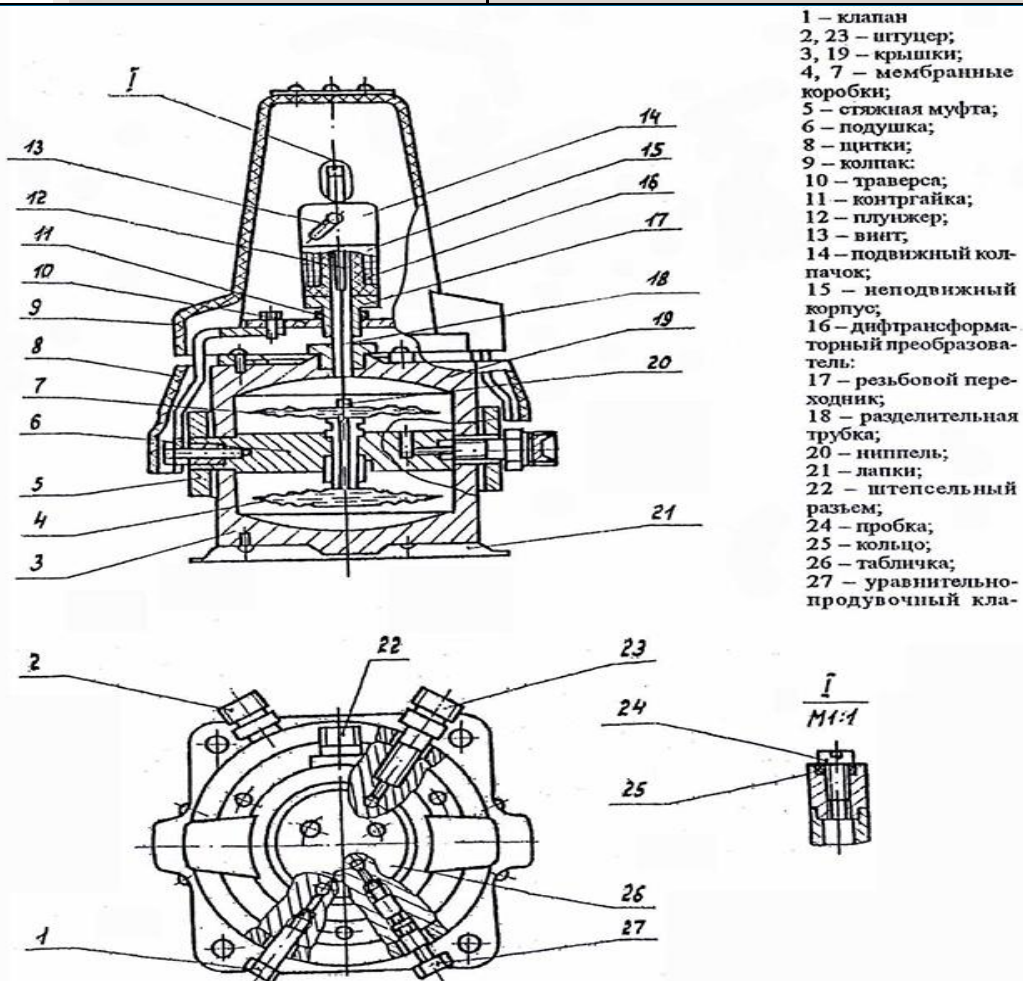
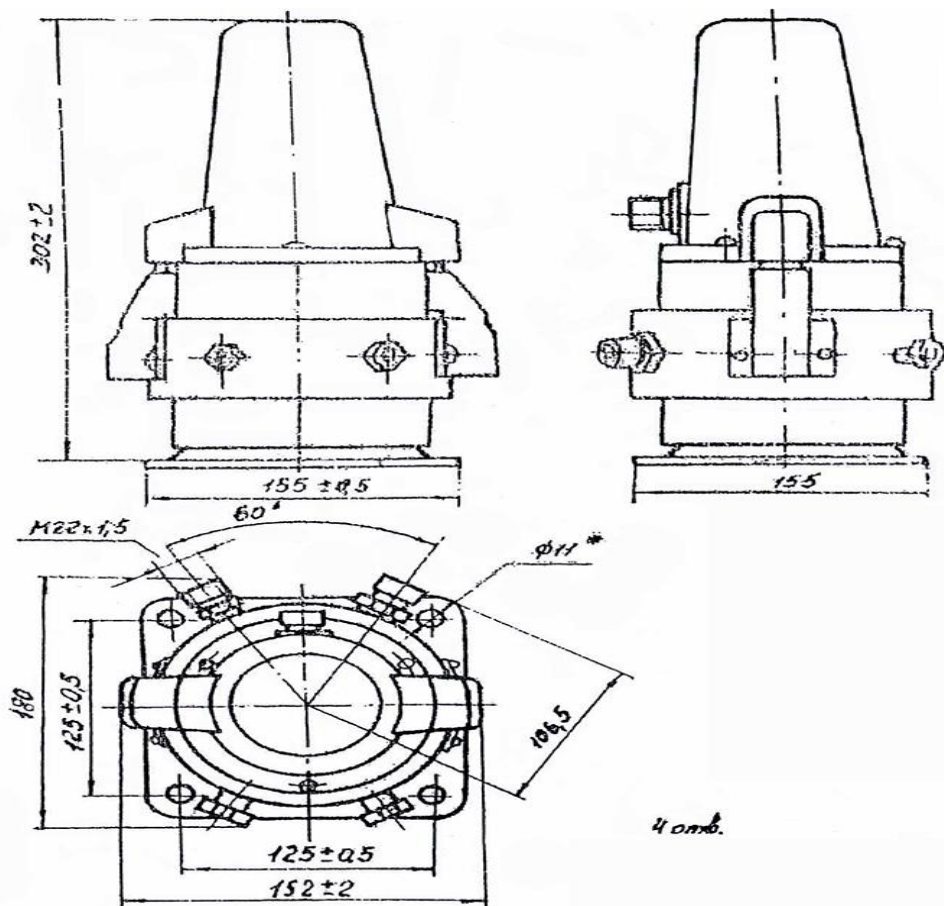

Рис. 1. Общий вид
Рис. 3. Габаритные размеры, установка и крепление
Чувствительный элемент ДМ-3583 (рис.1) является мембранный блок, который состоит из мембранных коробок 4 и 7, которые крепятся к перегородке 6. Сама перегородка 6 зажата двумя крышками 3 и 19 при помощи муфты 5 этим образует две рабочие камеры дифманометра (нижняя – плюс; верхняя – минус).
При монтаже дифманометра, в процессе эксплуатации, используют основание 21 (рис.1) с крепежными отверстиями под болты (рис. 3)
1. Открыть уравнильно-продувочный клапан 27 на 1,5-2 оборота (Рис. 1)
Во время проведения технического обслуживания рекомендуется продувать соединительные линии и каналы дифманометра. Эта процедура выполняется при отключенном дифманометре. Для этого необходимо отвернуть накидные гайки на штуцерах 2 и 23 (рис. 1)